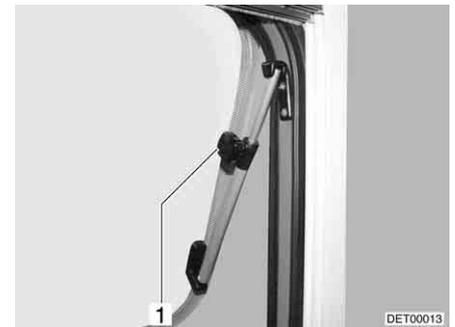

Fig. 67 Ventana abatible con soportes giratorios, abierta
- Abrir la ventana abatible hasta la posición deseada y fijarla con el botón moleteado (Fig. 67,1).
- Girar el botón moleteado (Fig. 67,1) hasta que se libere el bloqueo.